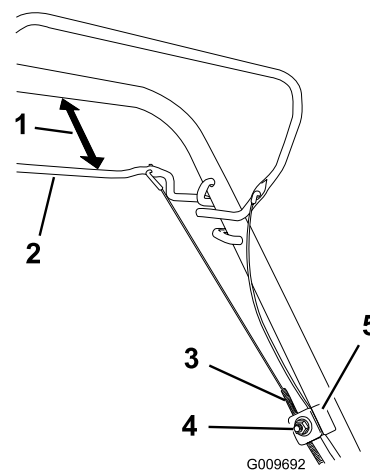

Figura 38
1. Afloje la tuerca del soporte del cable (Figura 38).
2. Sujete la barra de la transmisión autopropulsada a una distancia de 25 a 38 mm (1 a 1-1/2 pulg.) del manillar (Figura 38).
3. Tire hacia abajo de la cubierta del cable (hacia el cortacésped) hasta eliminar la holgura en el cable (Figura 38).